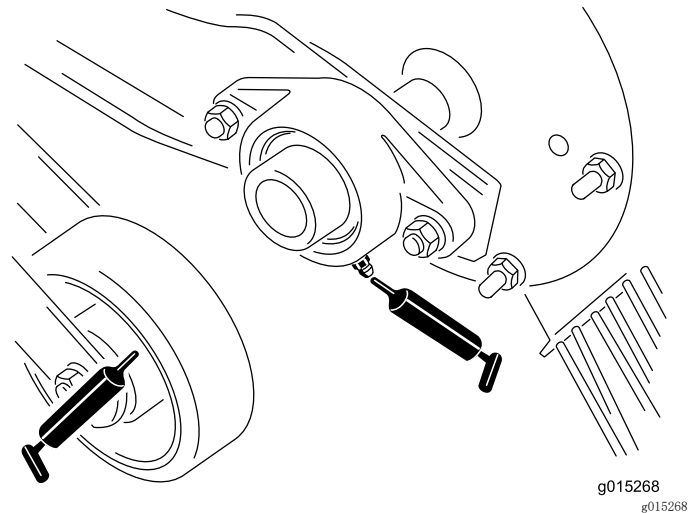
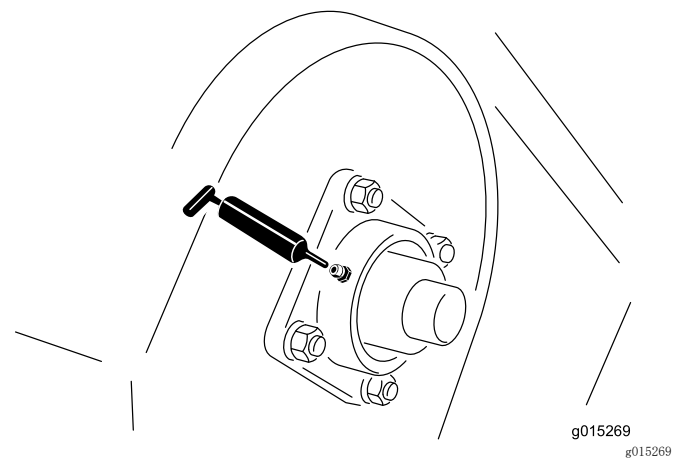
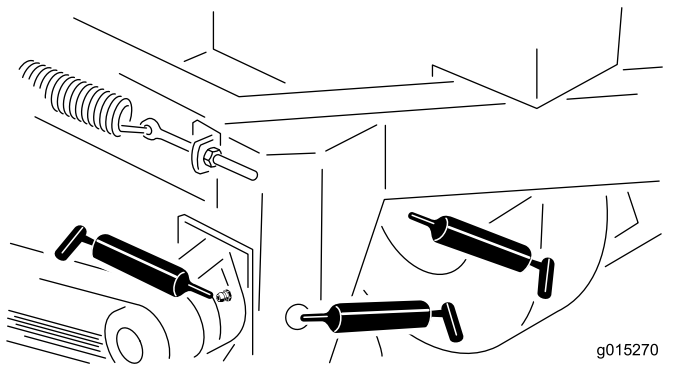

图11
图12
图13
2. 用黄油枪将润滑脂打入到轴承和衬套中（图11、图12 和图13）。